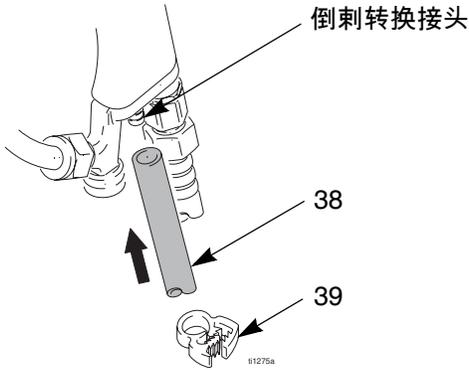

图 5.
将排放管 (38) 推到喷枪手柄底部的倒刺转换接头上。用夹子 (39) 固定管子 (图 5.)。